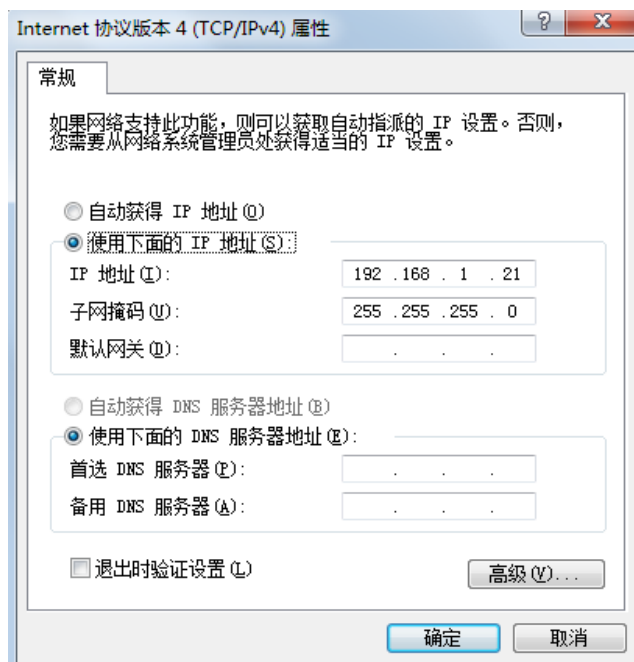

图 7 电脑 IP 设置
(1) 将电脑 IP 设置如图 7 所示。
- (1) 将电脑 IP 设置如图 7 所示。